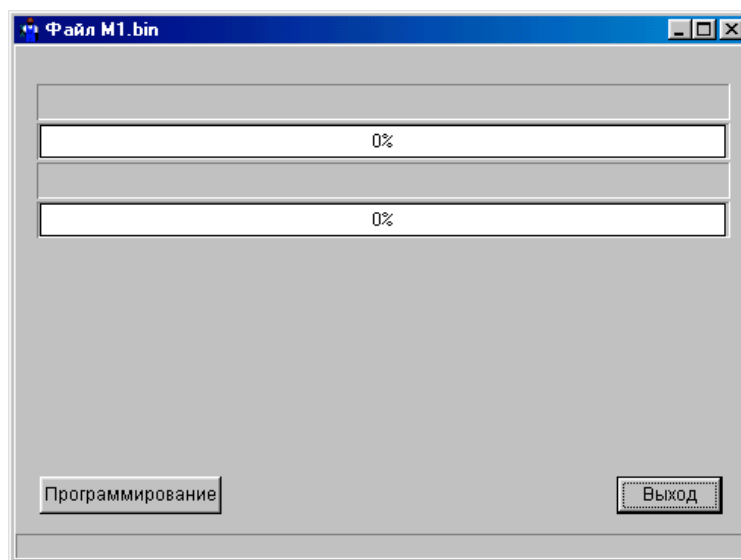

Рисунок 3.17 – окно программирования
3.2.8.2 При необходимости записи файла настроек в УСП при условии выполненных по указаниям 3.2.1.2 подготовительных операций войдите в пункт «запись в УСП» главного меню программы. Выберите и откройте требуемый двоичный файл, после чего в раскрывшемся окне нажмите мышью клавишу «программирование». Начнется процесс программирования, сопровождающийся индикацией его выполнения, а также имени двоичного файла (см. рисунок 3.17).